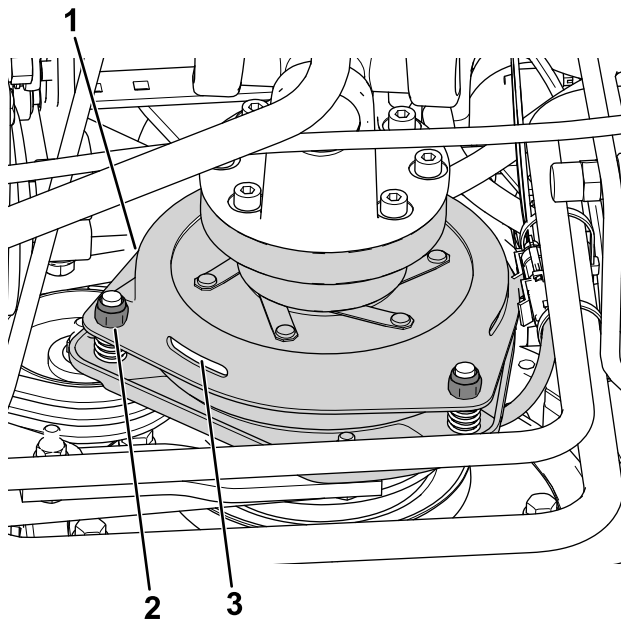

Figura 80
3. Reglați distanța astfel încât un set de lere de 0,3 mm să alunece între garnitura de ambreiaj și placa de fricțiune cu o presiune ușoară (Figura 80).
Notă: Puteți reduce distanța prin rotirea piulițelor de reglare în sensul acelor de ceasornic (Figura 80). Distanța maximă de funcționare este de 0,6 mm. Reglați toate cele 3 distanțe la 0,4 mm.